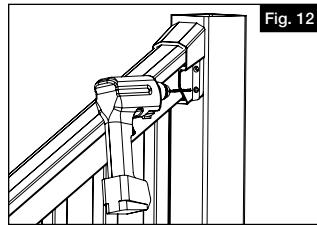
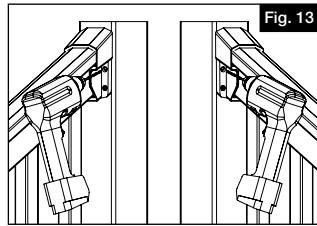

Fig. 12
Fig. 13
- Centre el soporte en el poste. Utilice los agujeros del soporte como guía para taladrar los agujeros inferiores con una broca de 1/8" (Fig. 12). Introduzca uno de los tornillos #10 de 2" por este agujero. Taladre el otro agujero inferior e introduzca en él otro tornillo de 2". Ahora taladre los 2 agujeros superiores del soporte (Fig. 13). Introduzca otros dos tornillos de 2" en esos agujeros. Tenga cuidado de no apretar demasiado.